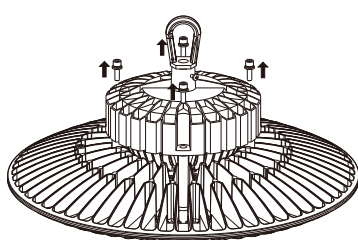
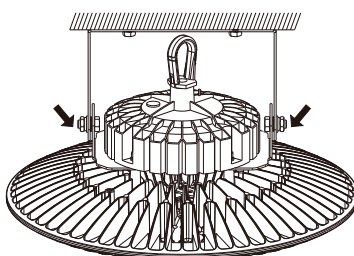

Fig. 4
Fig. 7
1. Enlevez les boulons du pilote. (Figure 4).
4. Réglez l'angle du support. Cela peut être réalisé en desserrant les vis latérales illustrée dans la figure 4, ensuite en les resserrant à l'angle désiré. (Figure 7).